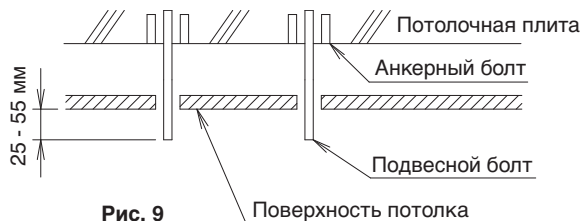

Рис. 9
(4) Установите подвесные болты.
- Заранее отрегулируйте длину подвесного болта. (См. рис. 9)
- Детали, показанные на рис. 9, приобретаются на месте.